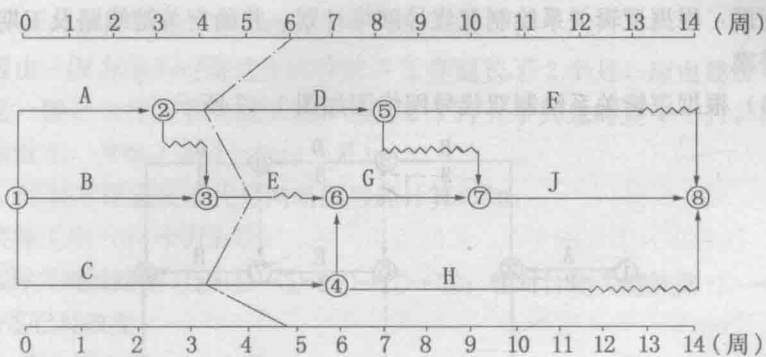

图 1-6
1. 根据背景，所要绘制的实际进度前锋线如图 1-6 所示。